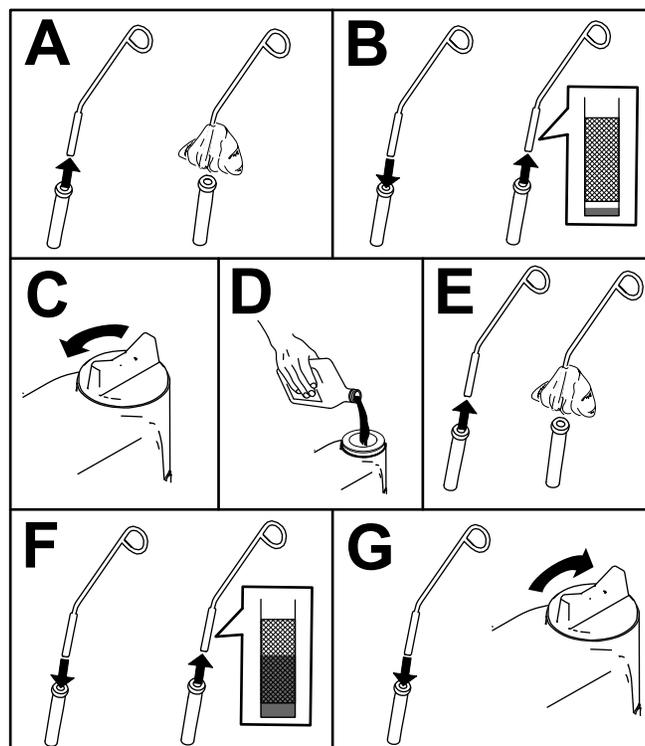

Рисунок 56
5. Проверьте уровень масла и при необходимости долейте его (Рисунок 56).